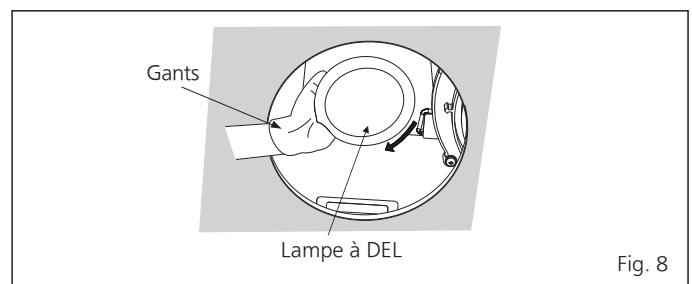

Fig. 8
12. Installez la lampe à DEL fournie. (Voir Fig. 8)
3. Remplacez la lampe à DEL de forme 11 W BR30 (modèle : 11BR30G4DIM/927/GU24 de la société de Green Creative). (Voir Fig. 8 de la page 7)